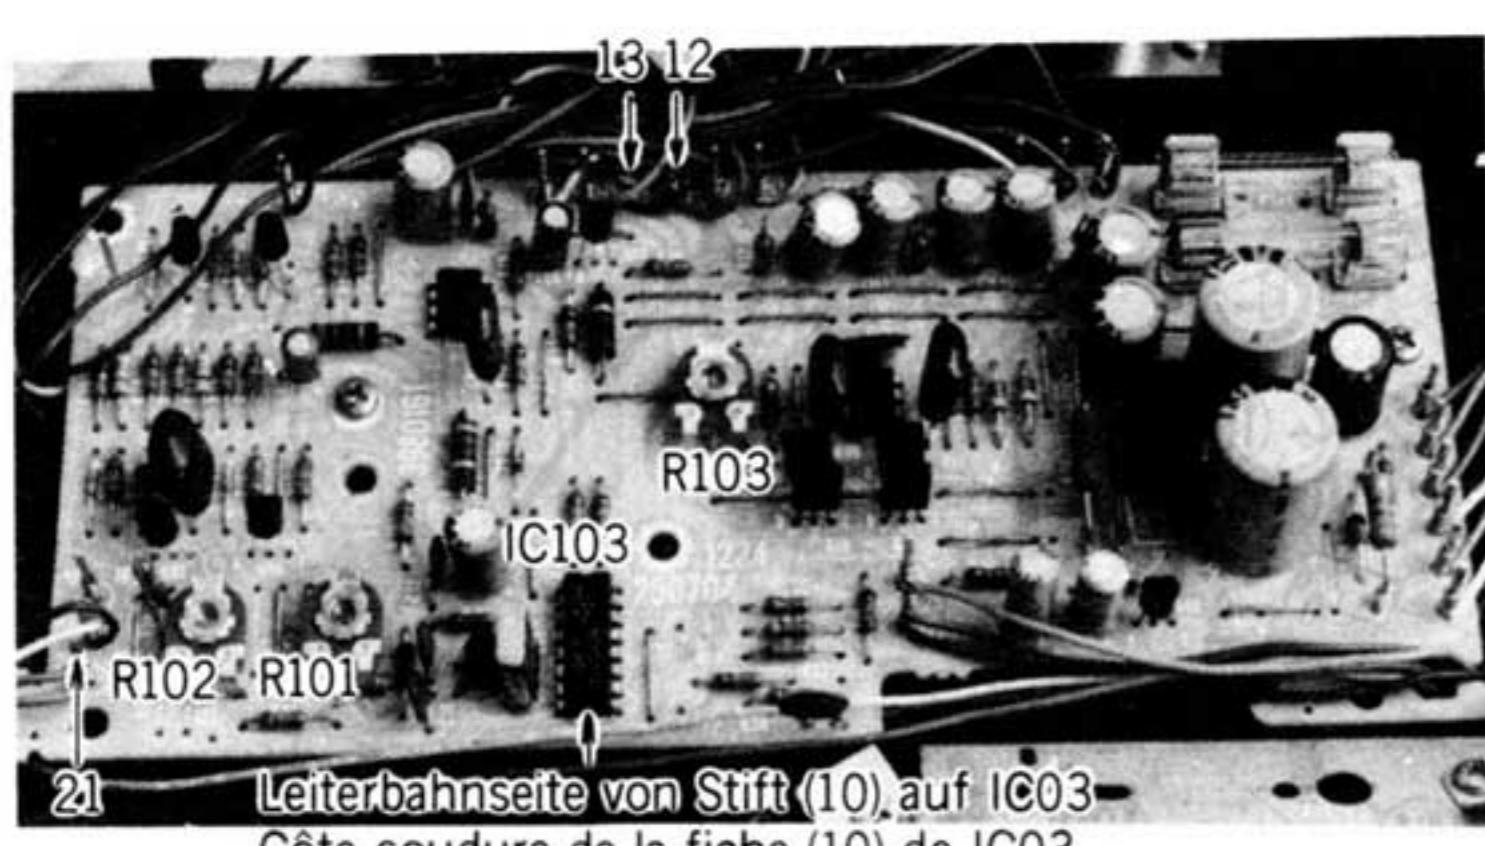

Abb. 15 Fig. 15
- (1) Den Drehzahl-Einstellknopf auf eine Drehzahl von 45 UpM einstellen.
- (2) Die Klemme (21) an die positive (+) Seite eines Voltmeters, und den Stift-Nr. 10 von IC03 gemäß Abb. 15 an die negative (-) Seite anschließen.
- (3) R101 langsam drehen, bis die Stroboskopmarkierungen stillzustehen scheinen.
Die Seite der Leiterplatte mit den Leiterbahnen verwenden, wenn das Voltmeter gemäß Abb. 15 an den Stift (10) von IC03 angeschlossen wird.
Wenn der Motor oder die Grunplatte des Bedienungsfeldes ausgebaut wurden, dann muß die Phasendifferenz zwischen der beiden Antriebsspulen mittels R103 gemäß Abb. 15 eingestellt werden. Da die voreilende Phase an Klemme Nr. 12 und die nacheilende Phase an Klemme Nr. 13 abgenommen werden kann, ein Synchroskop anschließen und die nacheilende Phase mittels R103 einstellen, so daß die beiden Wellenformen übereinstimmen.
- (1) Amener le bouton de réglage de vitesse (SPEED SELECT) sur 45 tours.
- (2) Raccorder la borne (21) au côté (+) du voltmètre et la Fiche No. 10 de IC03 ou côté (-) (Fig. 15).
- (3) Tourner R101 graduellement jusqu'à ce que les raies du stroboscope soient Fixes.
- (4) Puis, amener le bouton de réglage de vitesse sur 33-1/3 tours et régler R102 de la même manière.
Notice: Prendre soin de régler 33-1/3 tours (R102) après le réglage 45 tours (R103). Utiliser le côté soudure de la plaque indiqué sur la Figure 15 quand vous raccorder le voltmètre à la fiche (10) de IC03.
Quand le moteur ou la plaque de panneau de commande est remplacée, régler la différence entre les deux phases de la bobine de commande du moteur à l'aide de R103 comme le montre la Fig. 15. Etant donné que la forme d'onde du moteur d'entrainement de la phase d'avance apparaît à la borne No 12, et que le retard de phase apparaît à la borne No. 13, connecter un synchroscope et ajuster la dimension de la forme d'onde de la phase de retard à l'aide de R103 de telle sorte que les formes d'ondes soient identiques.